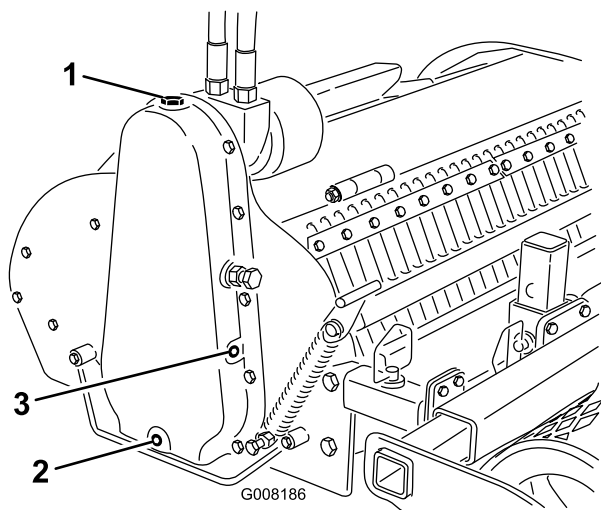

Figura 10
4. Aprite il bocchettone olio nella parte superiore del carter della cinghia di trasmissione (Figura 10).
6. Togliete il tappo di spurgo (Figura 10).
8. Togliete il tappo laterale (Figura 10).